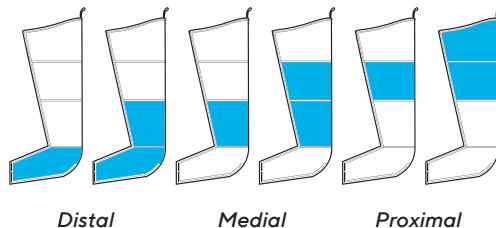

Figura 2 – Modo do Ciclo ISO
- Até que ambas as câmaras atinjam a pressão definida e esvaziem ao mesmo tempo, o ciclo volta a recomear ao fim de uma curta pausa (ver Figura 2).